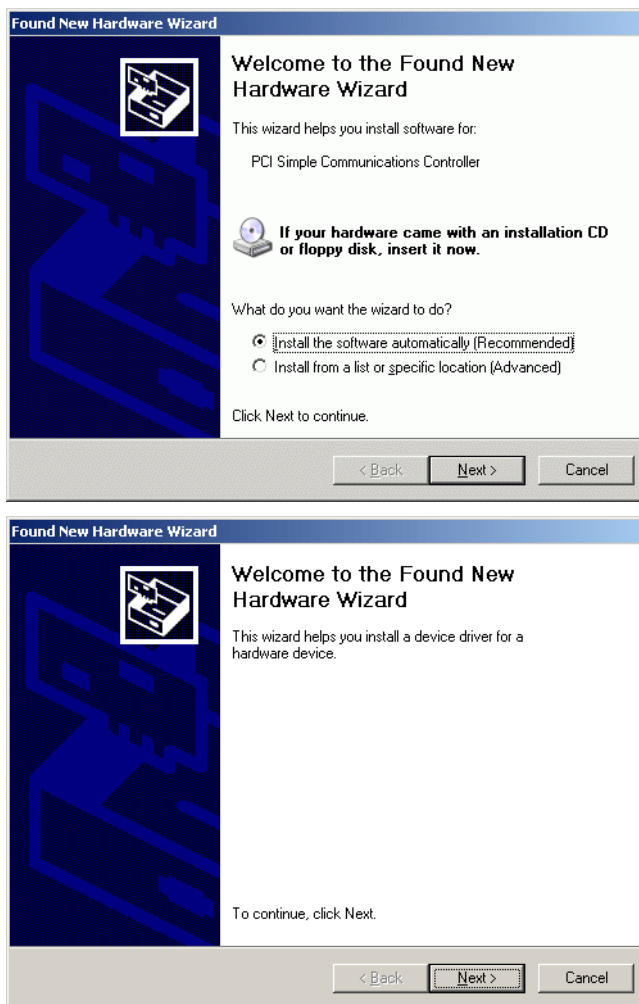

図 24 Found New Hardware Wizard
- 1 コンピュータを再起動すると、Hardware Wizard 図 24 が再度ポップアップ表示されます。**Next** をクリックし、**What do you want the wizard to do?** オプションで **Display a list of known drivers for this device so that I can choose a specific driver** を選択した後 **Next** をクリックします。図 30